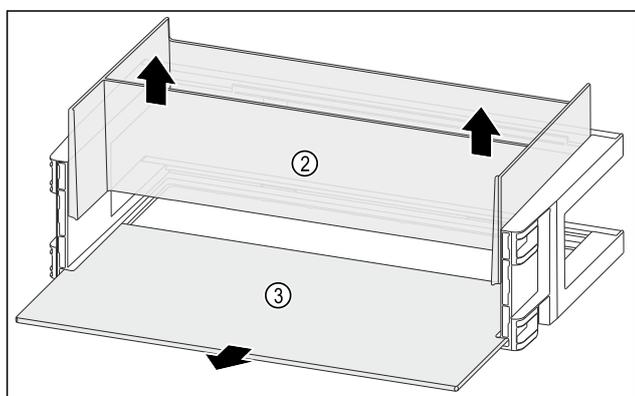

Fig. 115
- Retirer l'Organizer Fig. 115 (2) vers le haut.
- Retirer la tablette de rangement Fig. 115 (3).